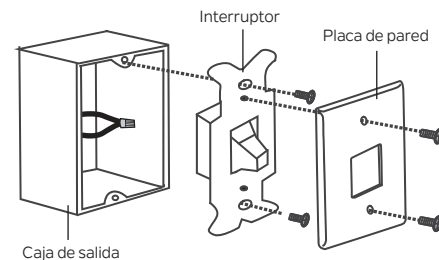

Figura 22
Paso 1. Retire la placa de pared existente y el interruptor antiguo de la caja de salida de pared. Conecte los cables NEGROS (corriente) con una tuerca para cables y empújelos para regresarlos al interior de la caja de salida. (Figura 22)